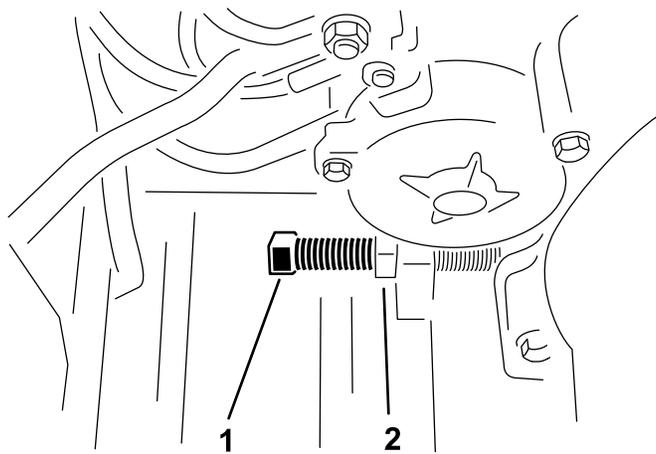

图22
3. 松开锁紧螺母并转动皮带调节螺栓，直至达到所需的皮带张紧力 (图22)。
5. 调节发动机，使其与机架平行。继续旋紧发动机固定螺栓 (图22)。